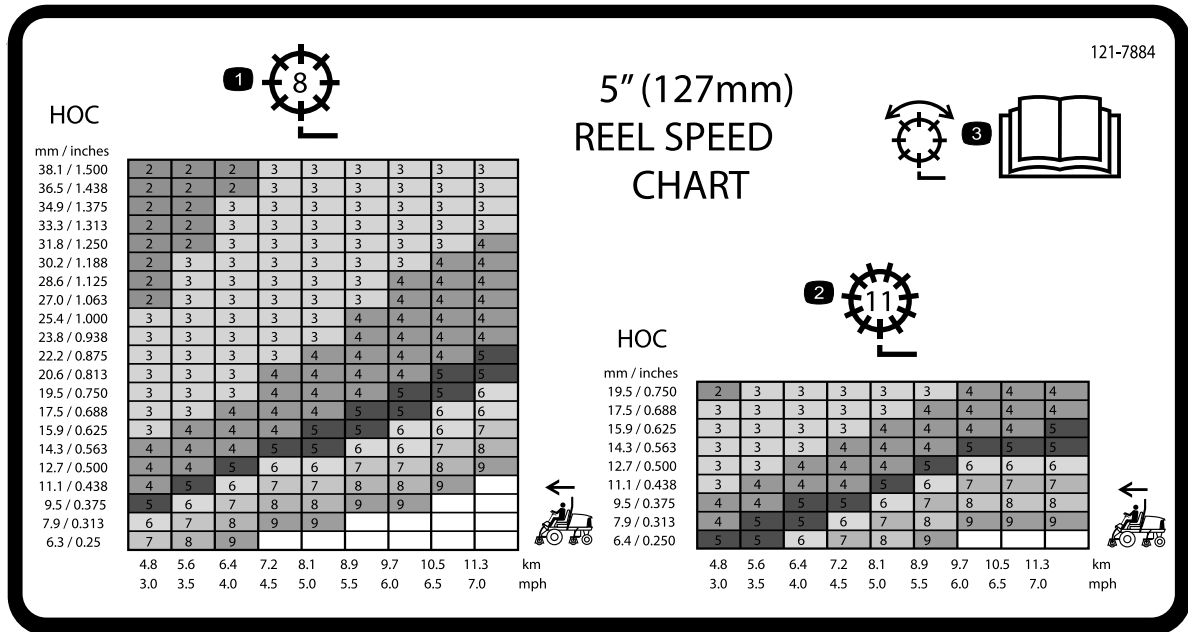
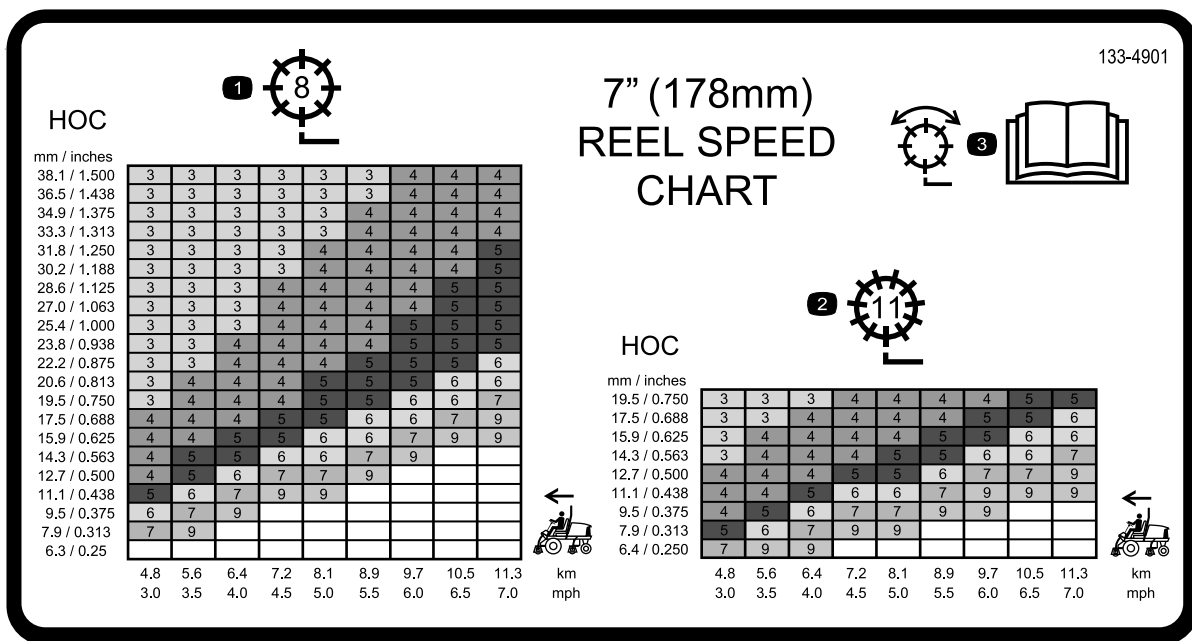

Bild 35
Bild 36
3. Lesen Sie die richtige Spindeldrehzahl auf den Aufklebern der Spindeldrehzahltable ab (Bild 35 und Bild 36).